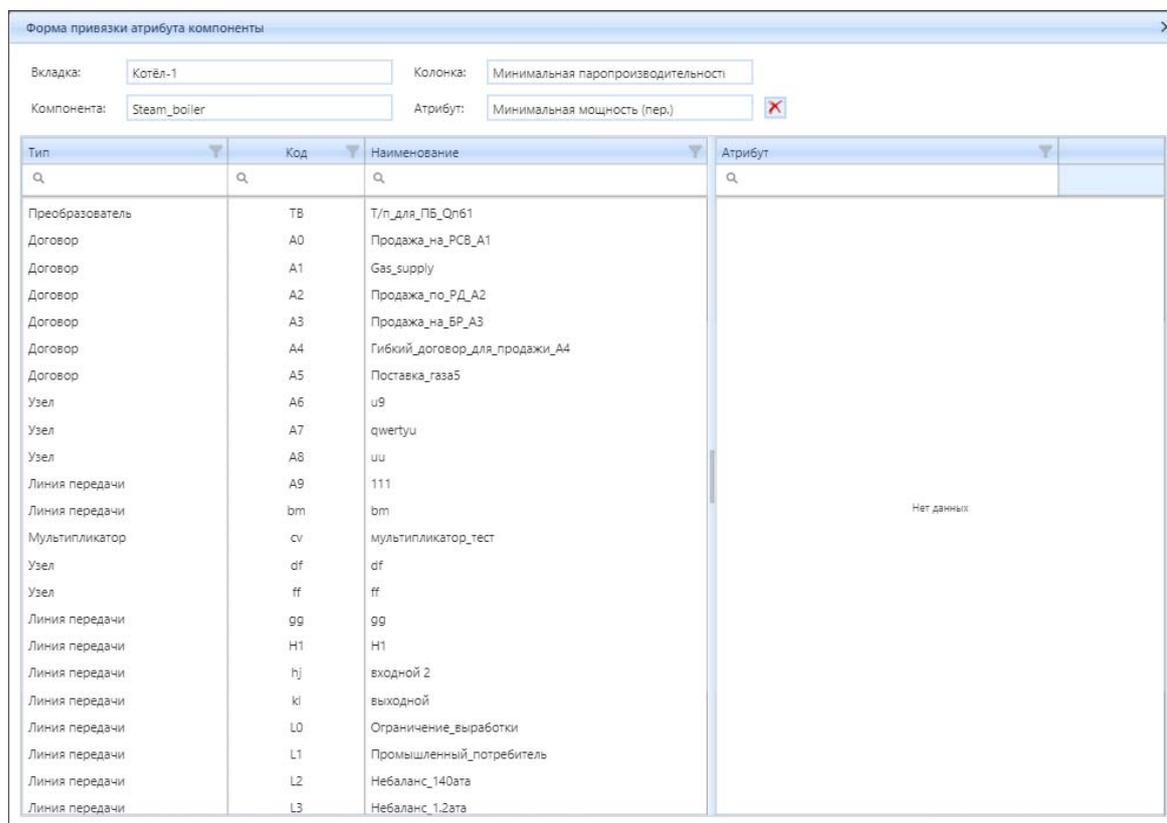

Рисунок 4.5.21 – Интерфейс формы привязки атрибута компонента
Чтобы осуществить передачу данных из колонки в компонент, необходимо привязать к колонку к атрибуту компонента с помощью кнопки (13) «Компонента» (рис. 4.5.2). После нажатия кнопки «Компонента» откроется следующее окно (рис. 4.5.21):